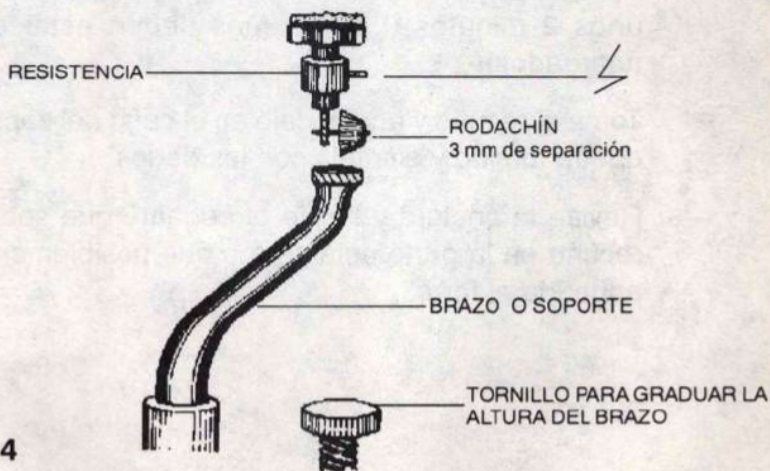

Fig. 14
- Gradúe la altura del soporte por medio del tornillo (8), de modo que el rodachín quede a unos 3 milímetros del soporte (Fig. 14).